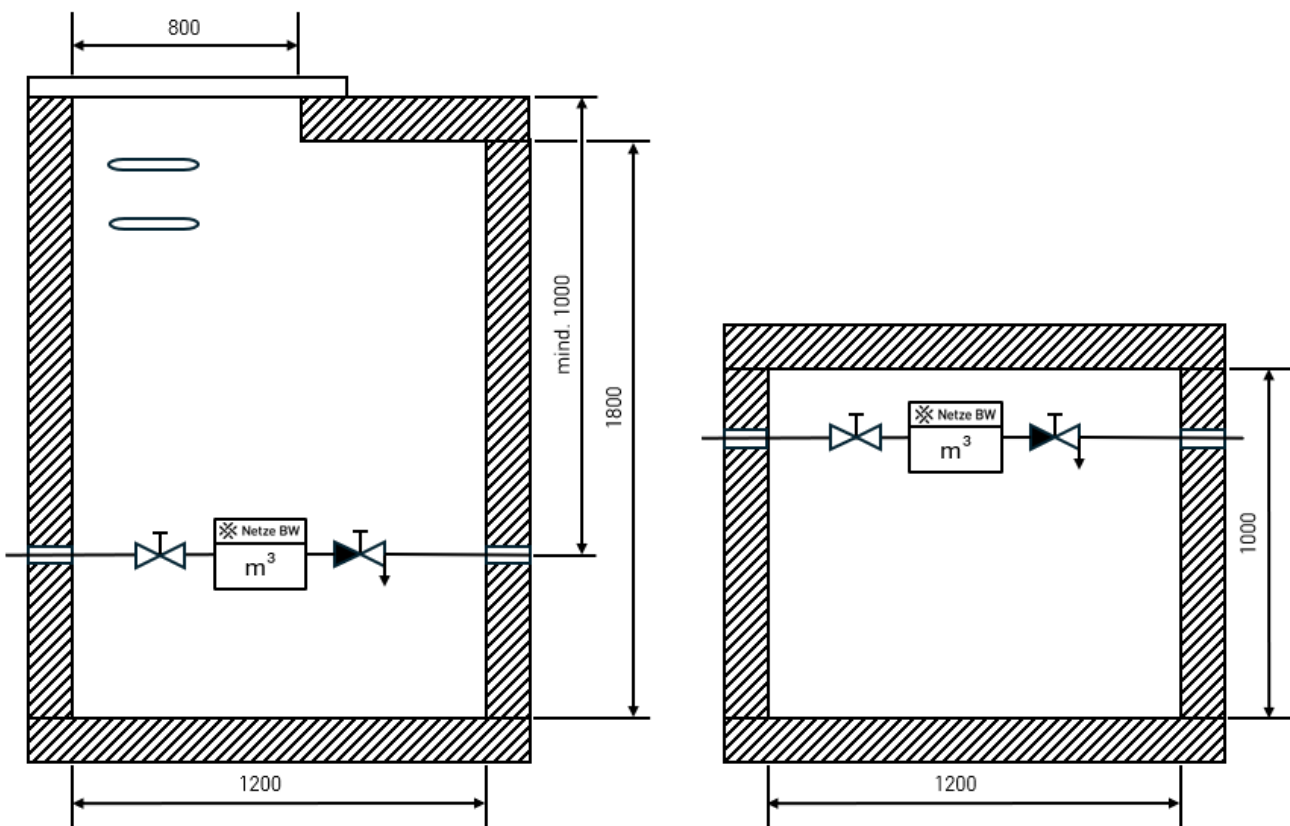
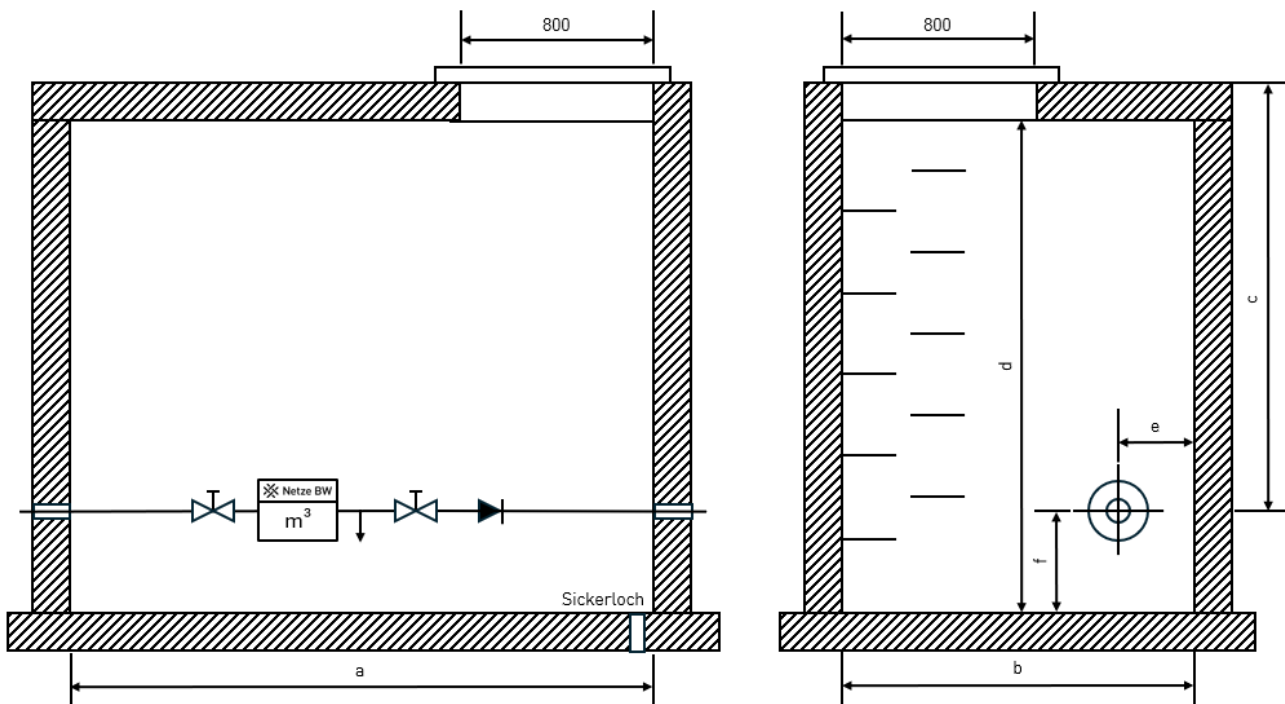

Abbildung 5: Schachtmaße in mm für Anschlussleitungen bis da 63
Abbildung 6: Schachtmaße in mm für Anschlussleitungen größer da 63
Bei der Einstiegsöffnung ist eine lichte Weite (LW) von 800 x 800 mm bzw. einen Mindestdurchmesser von 800 mm einzuhalten (Abbildung 6). Bei Schächten für Anschlussleitungen \leq da 63 ist eine Einstiegsöffnung von 800 x 800 mm einzuhalten (Abbildung 5). Die in der Maßtabelle (Tabelle 1) angegebenen Abmessungen stellen Mindestanforderungen für die Unterbringung der Anschlusseinrichtung und der Betriebseinrichtungen dar. Besondere Einrichtungen sind beim Platzbedarf gesondert zu berücksichtigen.